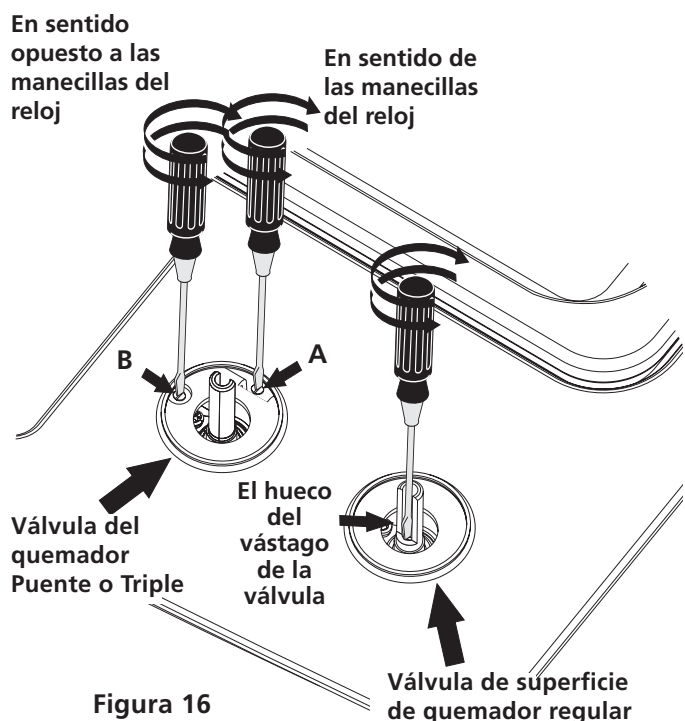

Figura 16
2. El quemador se deberá encender en cuatro (4) segundos para un funcionamiento normal, luego de que el aire haya sido purgado de la tubería de suministro de gas. Controle visualmente que el quemador se haya encendido.
10.4 Ajuste bajo ("LO") ara la válvula de los quemadores de superficie (Figura 16)
10.5 Ajuste bajo "LOW" para la válvula de quemador de superficie puente o triple (Figura 16) (algunos modelos)